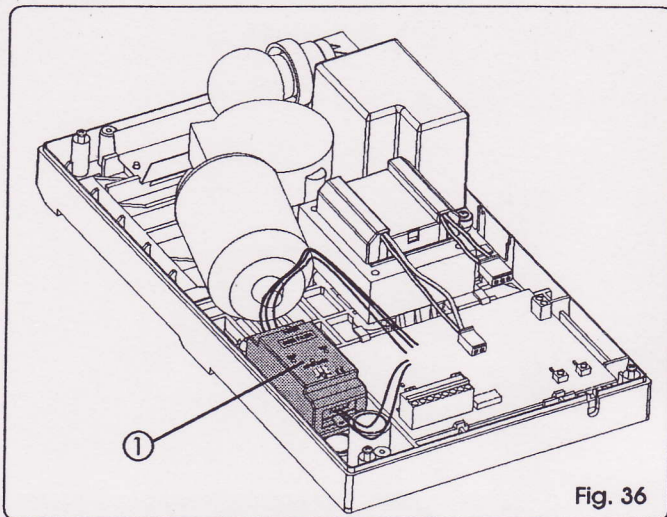

Fig. 36
L'utilisation du bord de sécurité à élément conducteur est facilitée par la possibilité de loger sur l'opérateur la centrale spécifique (Fig. 36 ref. ①).
- Loger l'unité de contrôle d'après la Fig. 36.